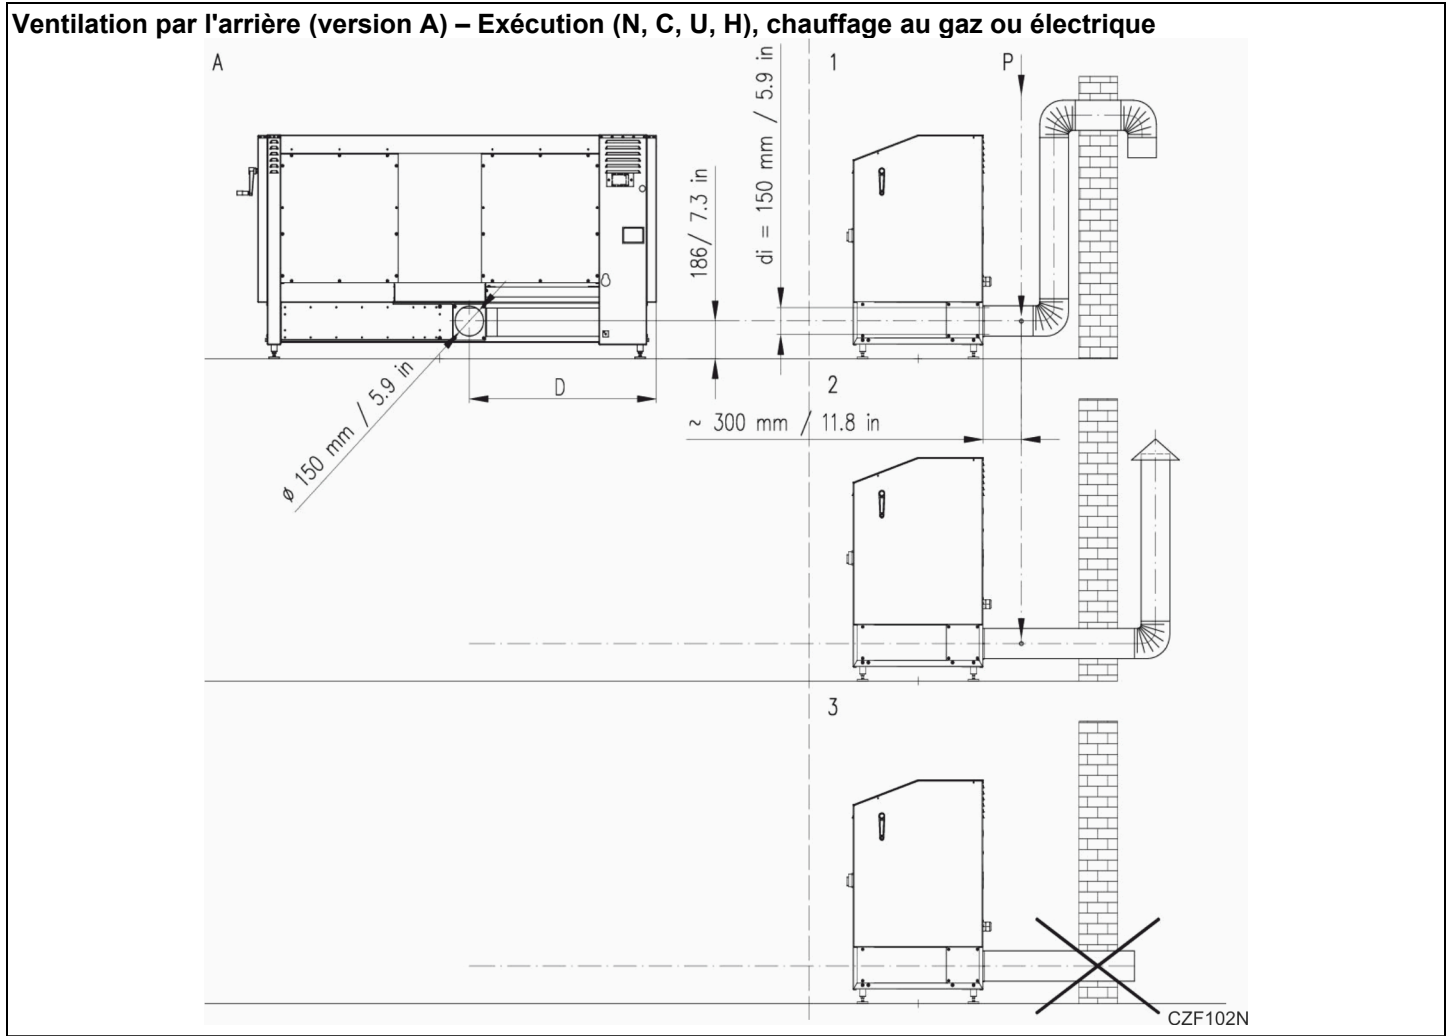
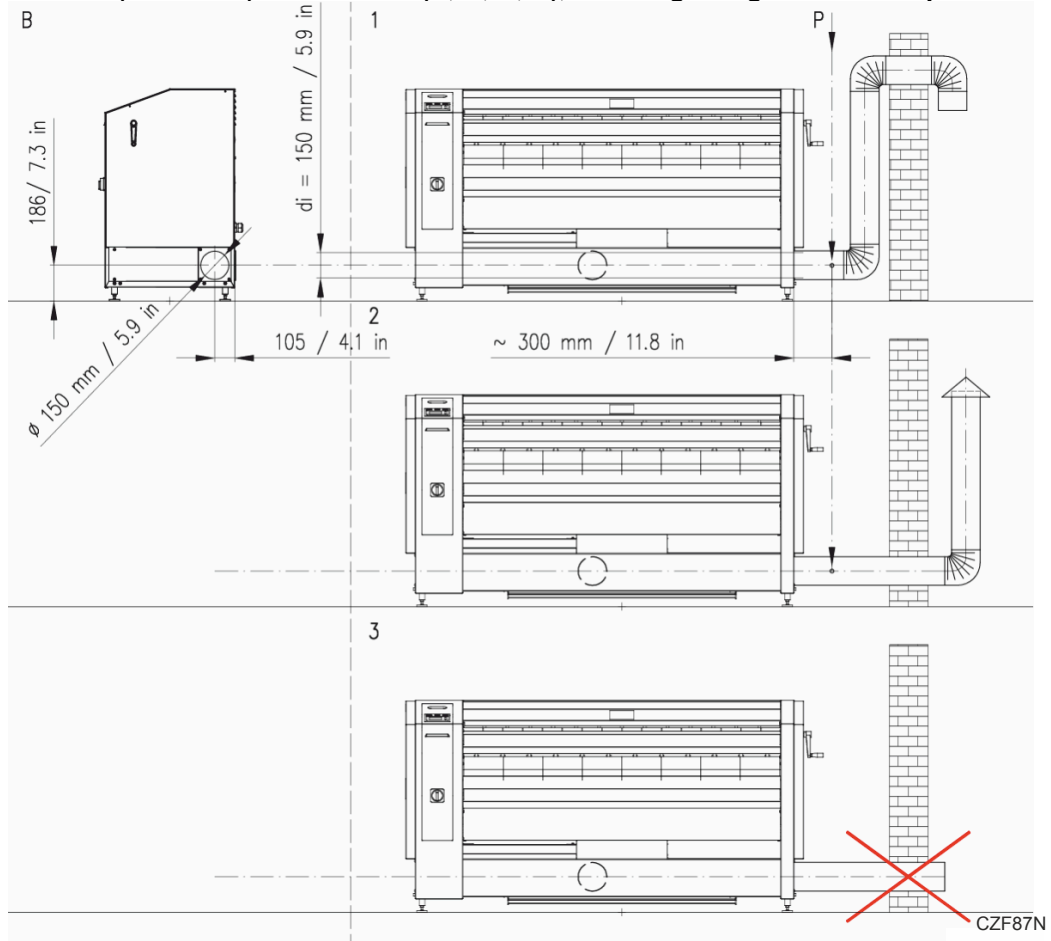
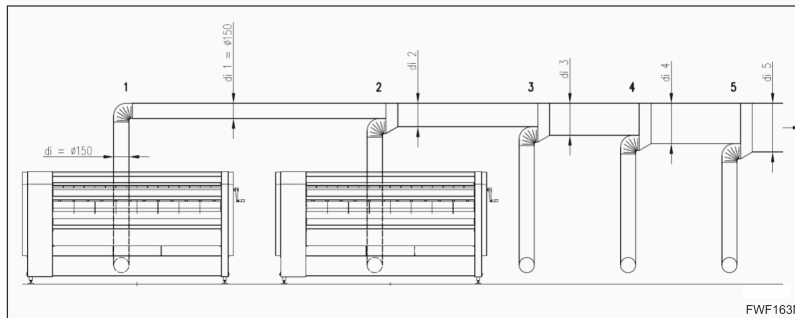

Figure 11
Figure 12
Figure 13
Paramètres de Figure 11 et Figure 12
- A – évacuation de la vapeur vers l'arrière : *Figure 11*
- B – évacuation de la vapeur vers la droite : *Figure 12*
- Les paramètres dimensionnels et autres qui concernent l'installation du système d'évacuation sont décrits dans les figures ci-dessus, à la *Figure 11, Figure 12, Figure 13* et la *Tableau 10, Tableau 4, Tableau 9*.
- L'échappement de la vapeur doit être effectué séparément depuis tout autre tuyau et doit être installé selon *Figure 11* ou *Figure 12* par le chemin le plus court sortant du bâtiment.
Paramètres Figure 13